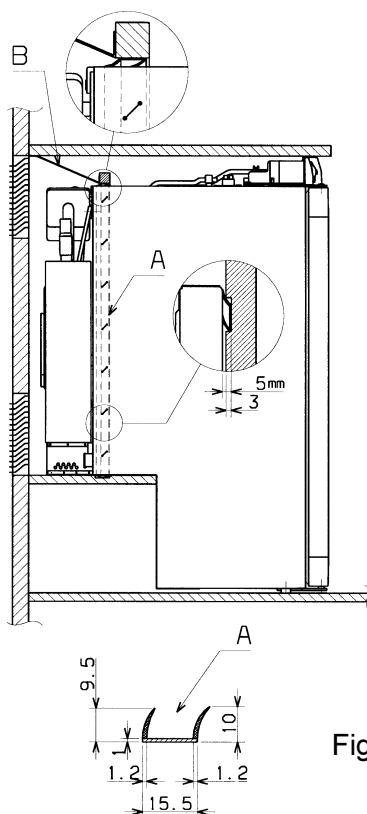

Fig. 1
Inserire la placca di scarico (B), equipaggiata con le guarnizioni (A) di materiale pesante e non infiammabile, nelle rientranze di installazione (vedere anche fig. 1).
Inoltre, la placca di scarico (B) con le guarnizioni (A) deve isolare il frigorifero dall'area abitabile (vedere fig. 1).